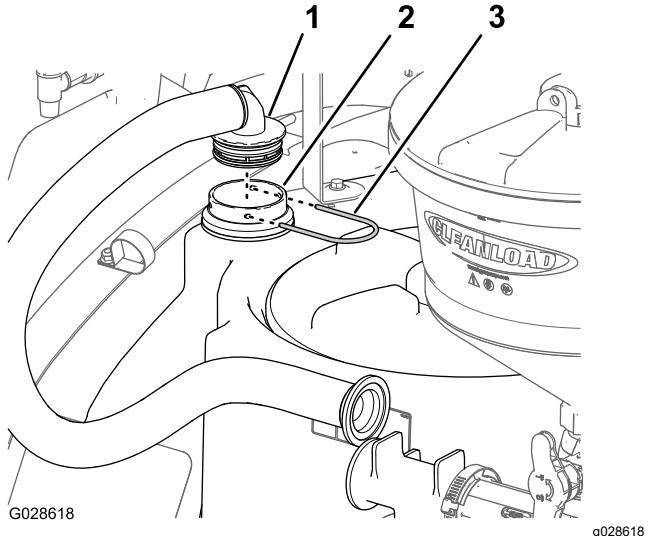

图 23
2. 用卡环固定 90°接头隔板接头图 23。
1. 将药缸软管的 90°宝塔接头插入到您在 安装隔板接头 \(页码 10\)的步骤 2 中安装的隔板接头图 23 中。